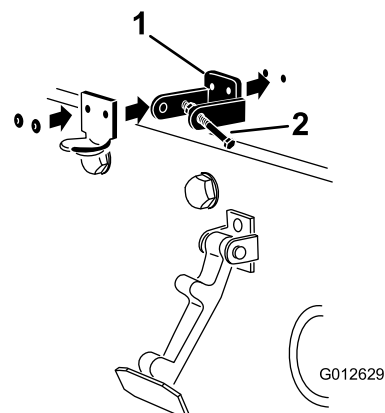

Figura 7
4. Ao alinhar os furos de montagem, posicione o suporte do trinco CE e o suporte do trinco do capot no capot (Figura 7).
6. Aplique rebites nos suportes e nas anilhas ao capot (Figura 7).